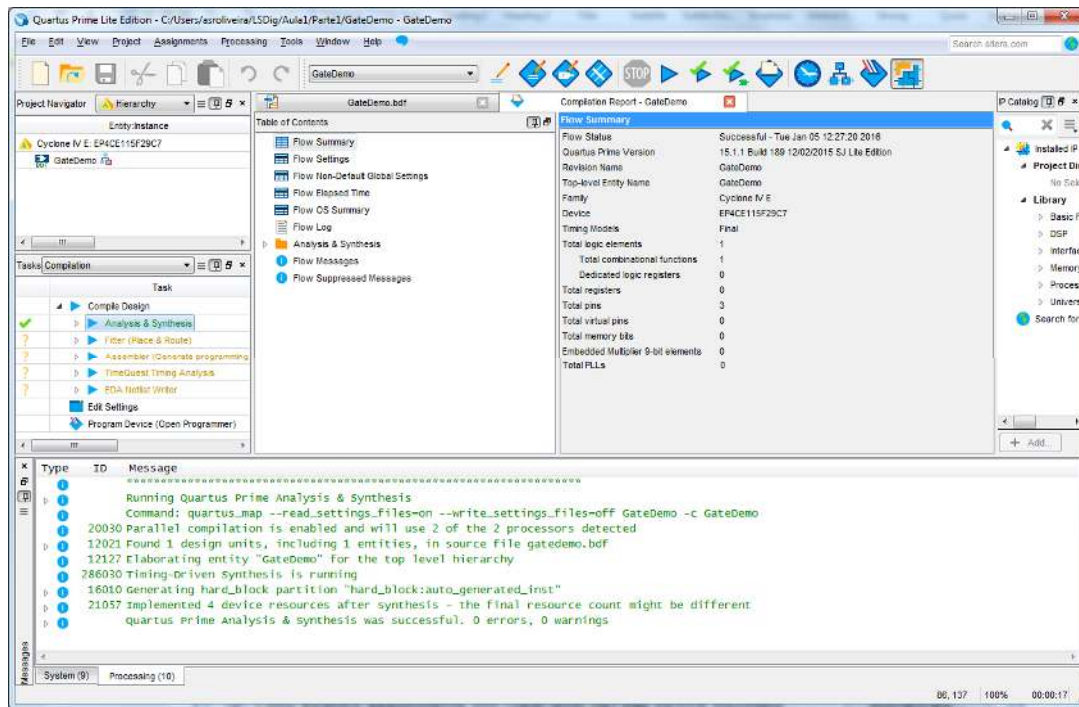

Figura 15 – “Quartus Prime” IDE após a execução da “*Analysis & Synthesis*”.
8. Seguidamente vai ser validado por simulação o comportamento da porta lógica utilizada. No entanto, antes de efetuar a simulação, execute a opção “*Analysis & Synthesis*” para que seja analisada a correção estrutural do projeto. Após a execução da “*Analysis & Synthesis*” o IDE deve apresentar o aspeto da Figura 15.